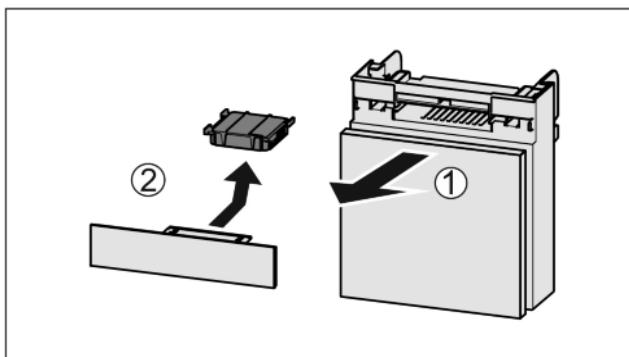

Fig. 51
- Вытянуть Fig. 51 (1) отделение движением вперед.
- Извлечь Fig. 51 (2) фильтра с активированным углем.